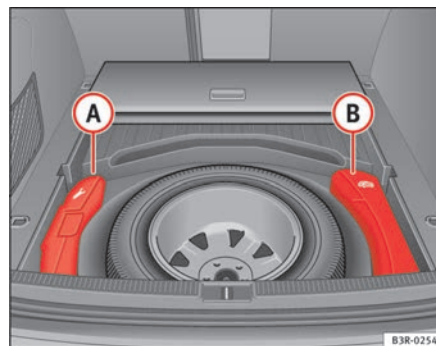

Fig. 186 Caixa de ferramentas e macaco
As ferramentas de bordo (A) e o macaco (B) ⇒ fig. 186 para veículos com pneu suplente e para veículos com kit de reparação de pneus encontram-se no porta-bagagens, por baixo da superfície de carga.